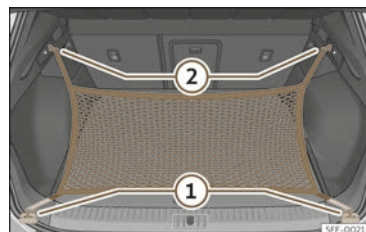

Abb. 199 Im Gepäckraum: Ösen ① und Haken ② zum Einhängen des Gepäckraumnetzes.
- Hängen Sie die kurzen Haken des Netzes in die Verzurrösen ein >>> (Abb. 199) ① >>> ⚠. Der Reißverschluss des Gepäckraumnetzes muss dabei nach oben zeigen.
- Befestigen Sie die Spanngurte in den Taschenhaken ②.